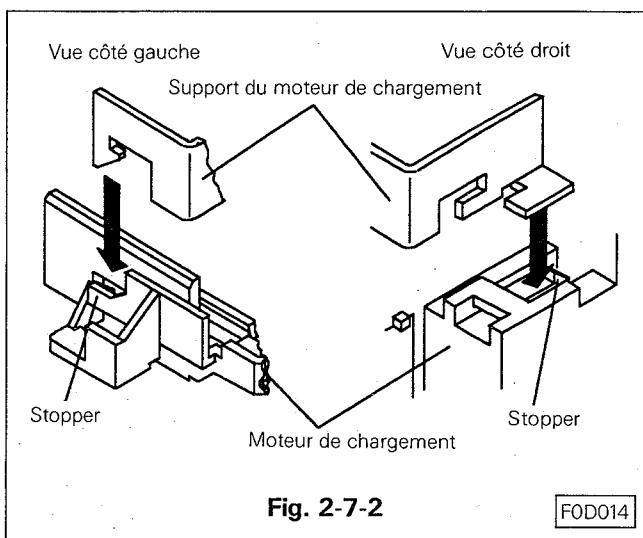

Fig. 2-7-2
- C. Débloquer les crochets de maintien du moteur et de son support. (Voir Fig. 2-7-2)